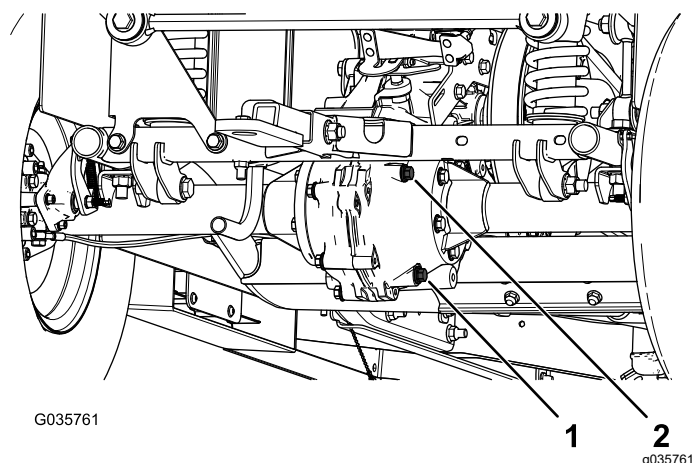

図 56
4. トランスアクスルについている補給プラグを外す 図 56。
5. オイルの量が少ない場合は、補給プラグを取り、穴からあふれ出てくるまで所定のオイルを補給する 図 56。
1. ドレンプラグの下にオイルを受ける容器をおく 図 56。
2. トランスアクスルについている補給プラグとシールを外す 図 56。
3. ドレンプラグとシールを外してオイルが完全に抜けるのを待つ 図 56。